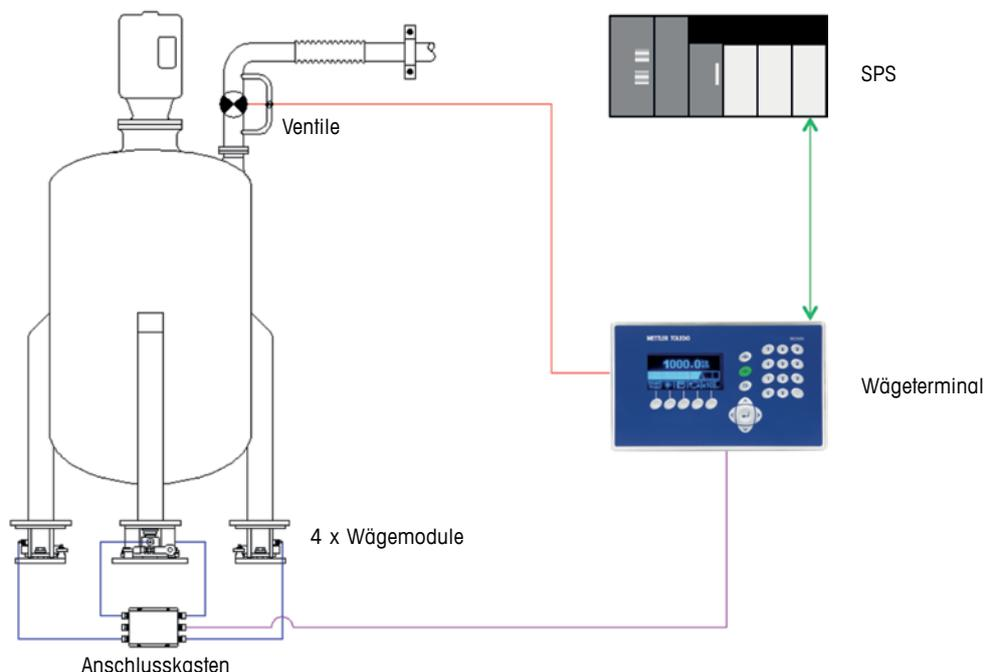

Abb. 28: Hybrides Chargensteuerungssystem mit SPS und Wägeterminal
3. In Abbildung 28 ist ein Hybridsystem dargestellt. Hier sorgt ein Terminal wie das IND560, IND690 oder IND780 für die Füllstandskontrolle, während die SPS/PAC den Gesamtprozess steuert. Die SPS/PAC kann vorgeben, wann die Abfüllung durchgeführt werden soll. Ausserdem kann sie die Chargenparameter (z. B. Zielgewicht und Toleranz) für jeden Inhaltsstoff bestimmen. Diese Informationen werden jedoch auf das Terminal heruntergeladen, das das Chargierverfahren eigenständig ausführen kann. Nach Abschluss des Chargierverfahrens kann das Terminal Berichte an die SPS/PAC zu Dokumentations- und Bestandskontrollzwecke usw. ausgeben.